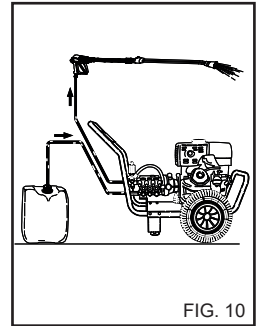

FIG. 10
1) Dopo l'uso con detersive, risciacquare il circuito di aspirazione; inflare il tubo di aspirazione (fig. 10) detersive in una tanica di acqua pulita e far funzionare la pompa per 1 minuto a rubinetto dosaggio completamente aperto e lancia in fase erogazione detergente.
4) Dopo l'uso con detergente, risciacquare il circuito di aspirazione; infilare il tubo di aspirazione (fig. 10) detergente in una tanica di acqua pulita e far funzionare la pompa per 1 minuto, e lancia in fase erogazione detergente.